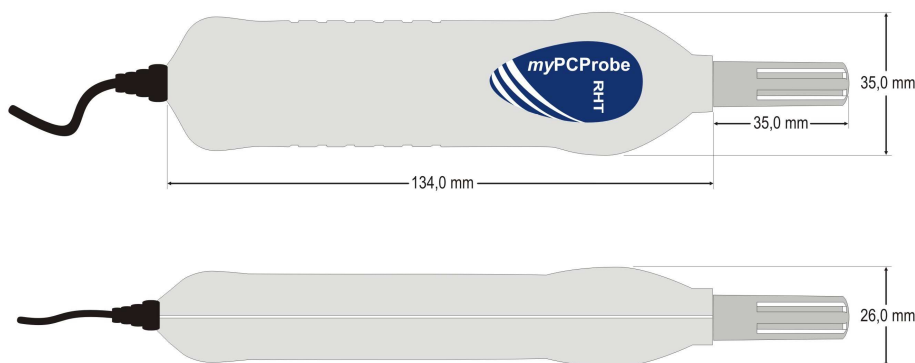

Figura 03 - Dimensões do modelo RHT
- **Dimensões:** Ver Figura 03.